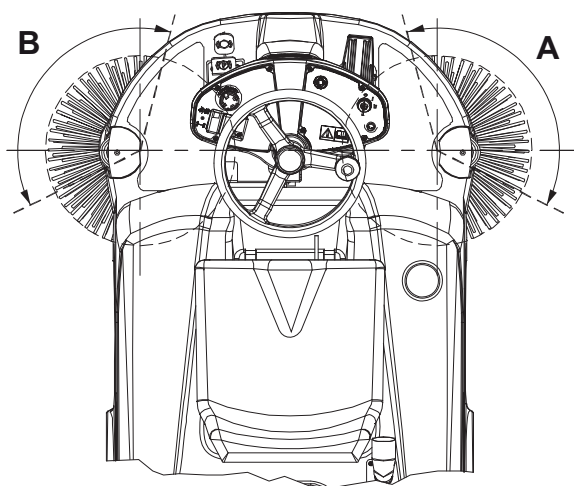

Figure 7
- Contrôler que la trace laissée par les balais latéraux est, en extension et orientation, comme indiqué dans la figure (A et B, Fig. 7).